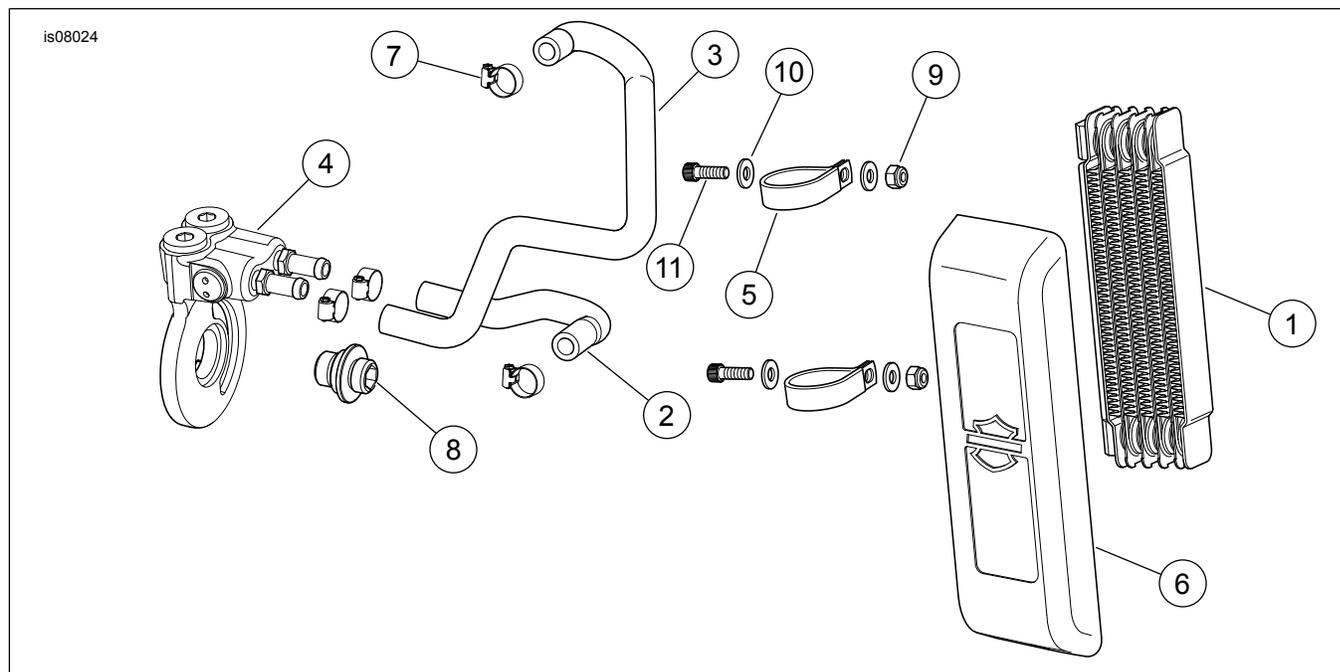

Figure 5. Pièces de rechange : Refroidisseur d'huile Dyna
Voir Figure 5 et Tableau 1.
5. Voir Figure 5. Installer le tuyau supérieur (3) sur le cran du refroidisseur d'huile et serrer avec le collier de serrage de tuyau (7) à un couple de 0,9 N·m (8 in-lbs).
6. Installer le tuyau inférieur (2) sur le cran du refroidisseur d'huile et serrer avec le collier de serrage de tuyau (7) à un couple de 0,9 N·m (8 in-lbs).